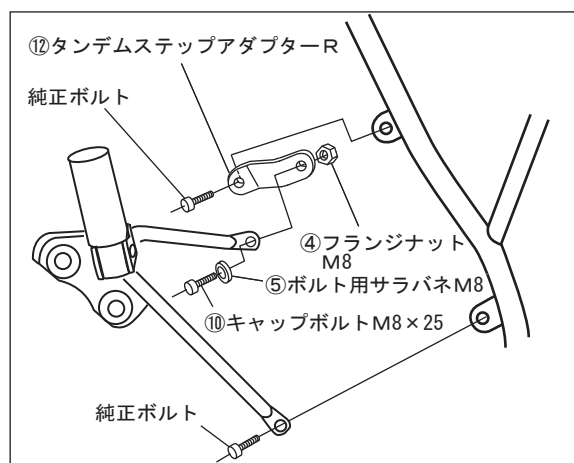

FIG. 7
7. 付属のタンデムステップアダプター⑫R・⑬Lを⑩キャップボルトM8×25、⑤ボルト用サラバネM8、④フランジナットM8を使用してタンデムステップに仮締めします。次に、取り付けたタンデムステップアダプター⑫R・⑬L及びタンデムステップR、Lを純正ボルトを使用して車両に仮締めします。(FIG. 7. 8参照)